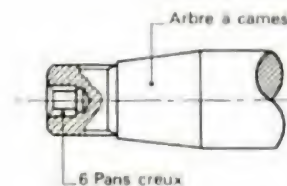

Fig. 34.
- A l'aide d'une clé BTR, tourner l'arbre à cames (3) de pompe jusqu'à lire par le regard la **valeur de calage indiquée sur le carter de pompe** (fig. 34 et 36).
(1) Pompe comportant un regard sur le carter et un arbre à cames gradué.
(2) Cette loupe assure une meilleure lecture des graduations de l'arbre à cames.
(3) Noter que l'arbre à cames ne comporte plus de clavetage (fig. 34).